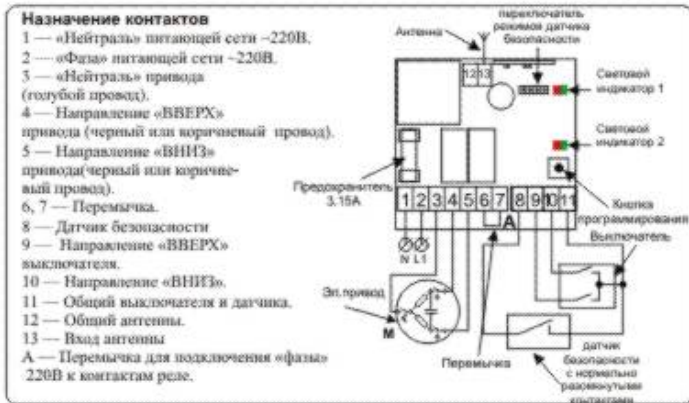

Рисунок 4.
- Ознакомиться со стандартной схемой подключения (см. Рис.4).
- Подключить датчик к контактам 8 и 11 (см. Рис. 4, и Рис. 6).